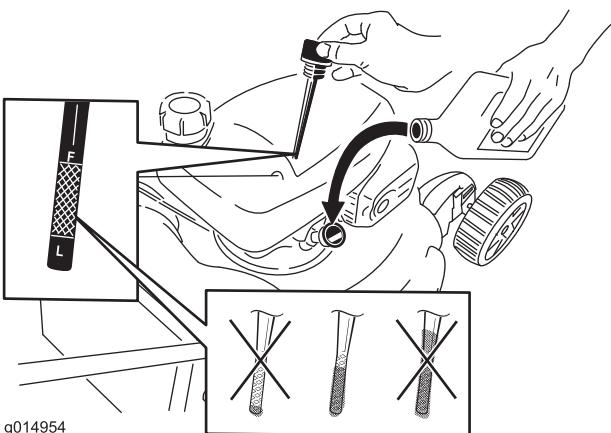

Bild 14
- Ziehen Sie den Peilstab (Bild 14) heraus.
- Nehmen Sie den Peilstab heraus und lesen den Ölstand ab, siehe Bild 14.
- Füllen Sie bei einem zu niedrigen Ölstand langsam etwas Öl in den Öleinfüllstutzen: Wiederholen Sie die Schritte 3 bis 5, bis der Ölstand richtig ist, wie in Bild 14 dargestellt.